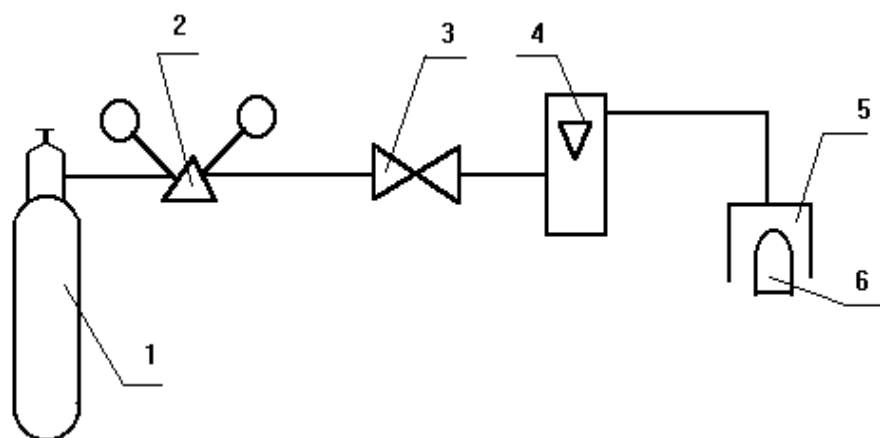

Рис.4. Схема поверки газоанализатора
- ◆ собрать схему измерений для поверки (рис.4);